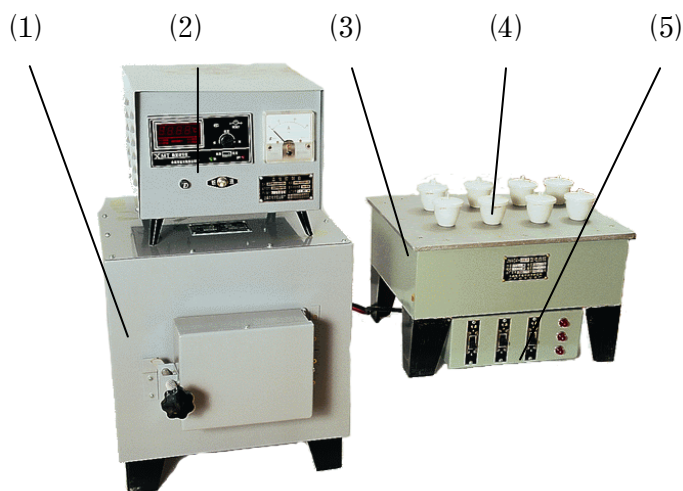

图 1
2、电炉结构特点：上面平板由铸铁制成，箱壳由铁板冲压焊接而成。内、外壳分两层，中间垫塞玻璃线，以防外壳发热，里面装有波形砖，三角接线瓷板等耐热绝缘材料。根据产品规格装置电热丝 3 支，下部安装开关箱 1 只，用 250V/10A 开关 3 只，联接 3 只指示灯。整机结构见图 1 所示。